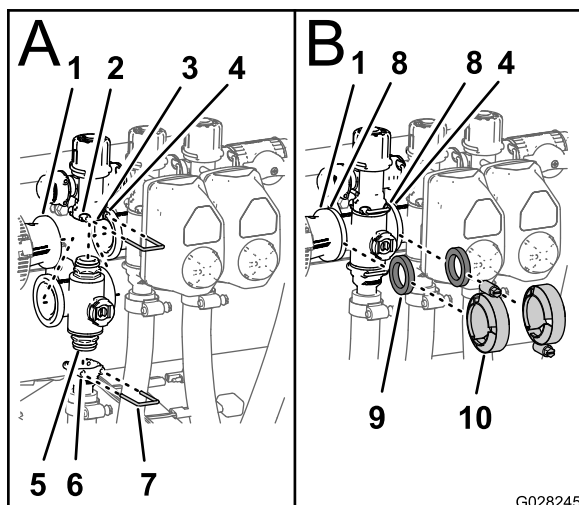

Figura 144
- Inserite il raccordo del tappo terminale superiore della valvola del collettore nel raccordo di bypass (Figura 144).
- Fissate il raccordo del tappo terminale al raccordo di bypass inserendo un fermo nella presa del raccordo di bypass (Figura 144).
- Montate il raccordo di uscita sul raccordo del tappo terminale inferiore della valvola del collettore (Figura 144).
- Fissate il raccordo del tappo terminale al raccordo di uscita inserendo un fermo nella presa del raccordo di uscita (Figura 144).
- Allineate una guarnizione tra le flange del giunto del riduttore e il collettore della valvola di sezione (Figura 144).
- Montate il giunto del riduttore, la guarnizione e il collettore della valvola di sezione con un morsetto e serrate manualmente (Figura 144).
- Se state montando le 2 valvole di sezione all'estrema sinistra, allineate una guarnizione tra le flange dei 2 collettori delle valvole di sezione adiacenti (Figura 144).
- Montate i 2 collettori delle valvole di sezione adiacenti e la guarnizione con un morsetto e serrate manualmente (Figura 144).